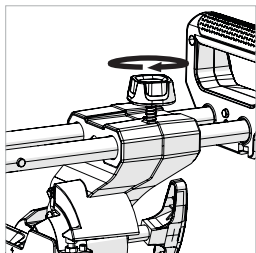

Fig. 12
- Schrauben Sie die Feststellschraube des Schlittens in die Gewindebohrung über dem rechten Arm des Schlittens. (**Abb. 12**)